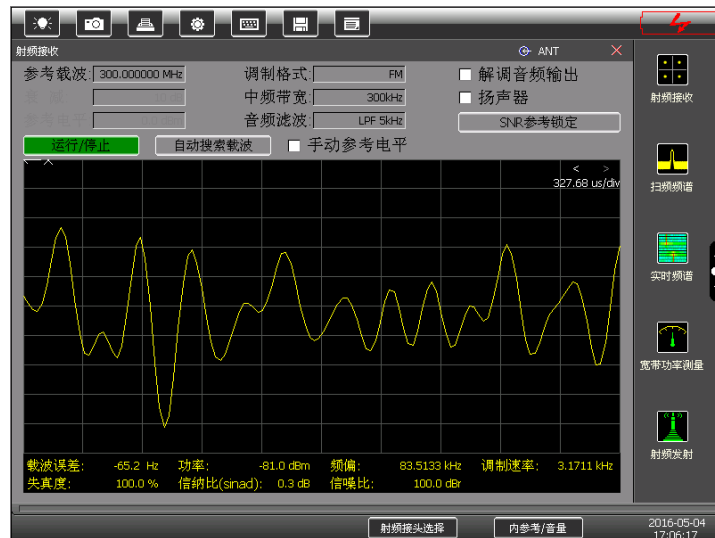

图 4.10 射频接收界面
2) 【射频接收】功能界面如图 4.10:
【参考载波】：接收信号的载波频率，图 4.10 中设为了 300MHz，如果不确定载波频率可以点击【自动搜索载波】按键选择相应的搜索频段，仪器会自动搜索载波；自动搜索载波功能利用频谱功能来搜索载波，搜索结束后与实际载波存在一定的误差，在设置的中频带宽较小或矢量解调时可能会导致解调不正确，此时建议手动输入载波频率；